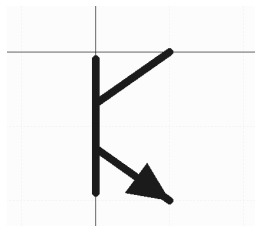
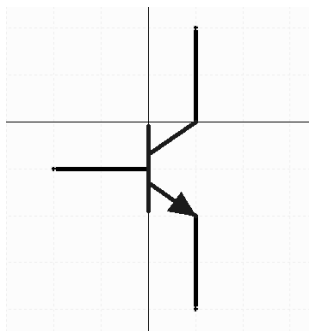

图 3-14 绘制三极管符号
图 3-15 放置元件的引脚
③ 单击原理图符号绘制工具栏中的“放置线条”按钮, 光标变成十字形状。绘制出一个 NPN 三极管符号, 如图 3-14 所示。
(2) 放置引脚
① 单击原理图符号绘制工具栏中“放置引脚”按钮, 光标变成十字形状, 并带有一个引脚图标。
② 移动该引脚到三极管符号处, 单击完成放置, 如图 3-15 所示。